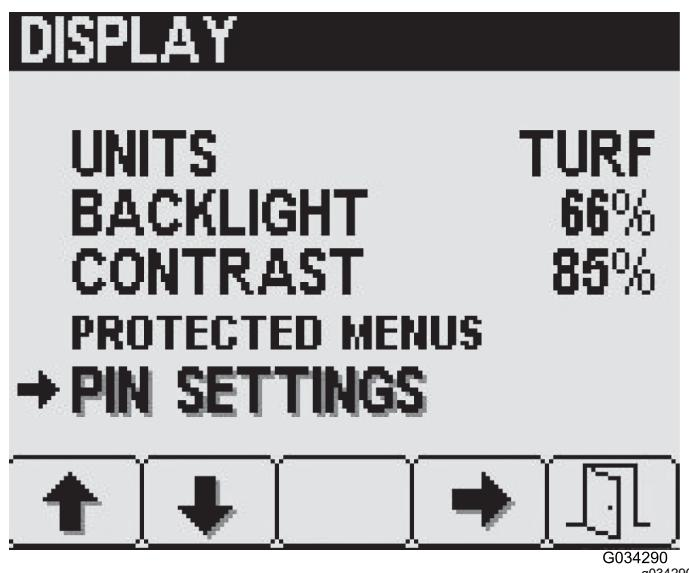

Figura 23
1. Prima os botões 1 ou 2 no ECRÃ para navegar para a opção DEFINIÇÕES DO PIN (Figura 23).
2. Prima o botão 4 para selecionar o submenu DEFINIÇÕES DO PIN (Figura 23).